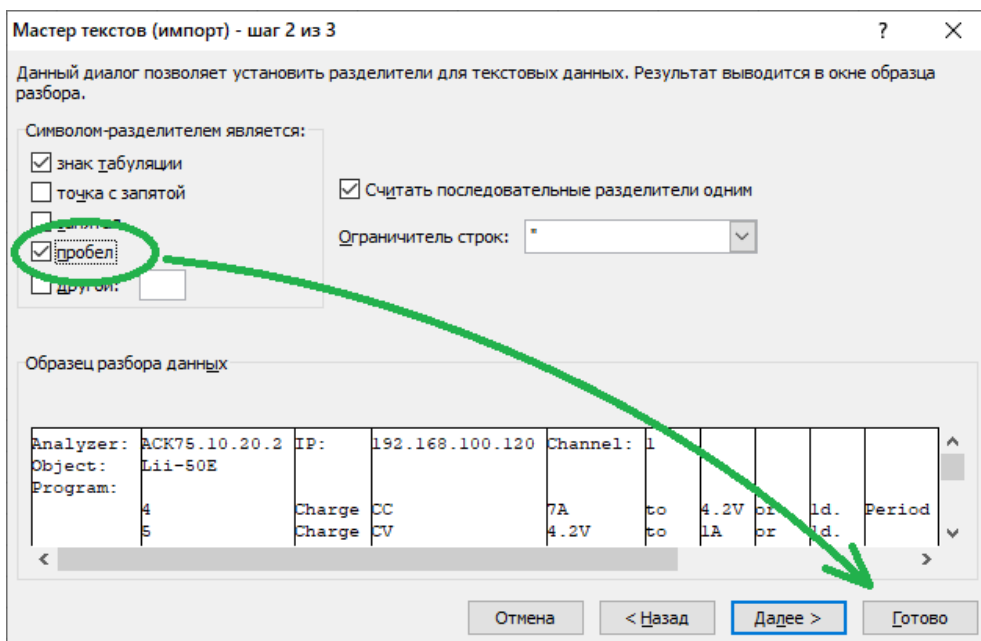

Рисунок 59 - Столбцы в файлах результатов разделены пробелами
- В следующем окне "Мастер текстов (импорт) - шаг 2 из 3" установить галку "пробел" и нажать кнопку "Готово" (см. рисунок 59);